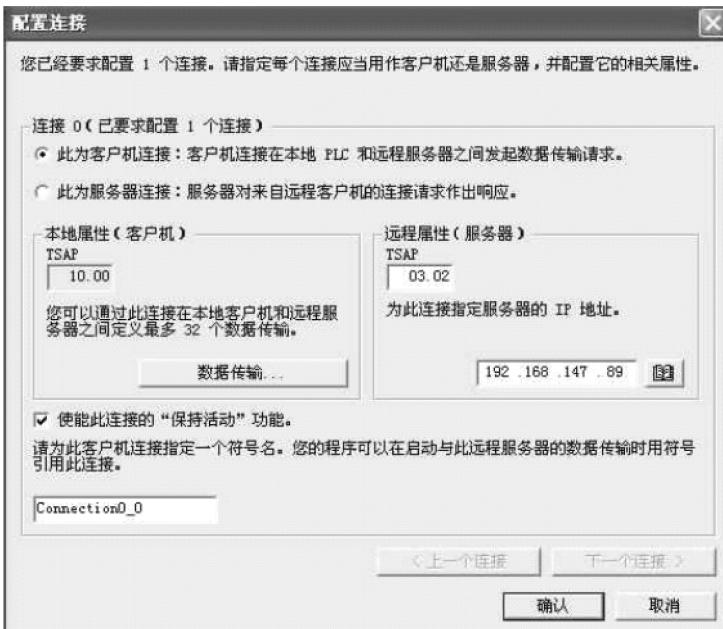

图7-44 配置客户机的连接
7) 如果选择配置某个连接,当单击“下一步”时,会显示“配置连接”界面,如图7-44所示,选择客户机及写上服务器的IP及TSAP。
在图7-44中,需要将每个连接定义为客户机连接或服务器连接。